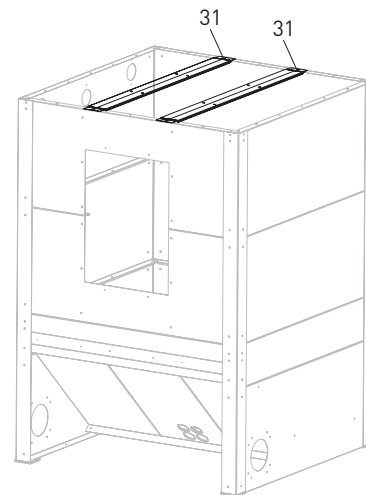

Fig. 14 Deckenauflage montieren
2 Deckenauflagen (31) **innen** im Bug der Seitenwände an schlagen und mit je 2 Stk. Schrauben von außen nach innen auf die Seitenwände schrauben – Fig. 14.